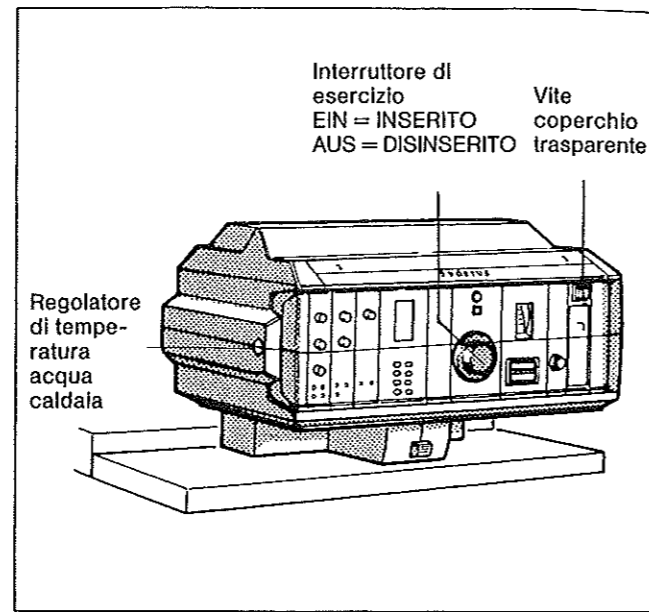

Fig. 20: Apparecchio di regolazione G_224 L
- Portare il taglio della vite per il fissaggio del coperchio trasparente dell'apparecchio di regolazione (Fig. 20) in posizione orizzontale servendosi, per esempio, di una moneta. In caso di caldaie bicorpo si provveda nella stessa maniera per tutti e due i regolatori. Estrarre il coperchio trasparente verso la parte anteriore.
- Porre l'interruttore di esercizio (Fig. 20) in posizione 0 (AUS = DISINSERITO). In caso di caldaie bicorpo si provveda nella stessa maniera per tutti e due i regolatori.